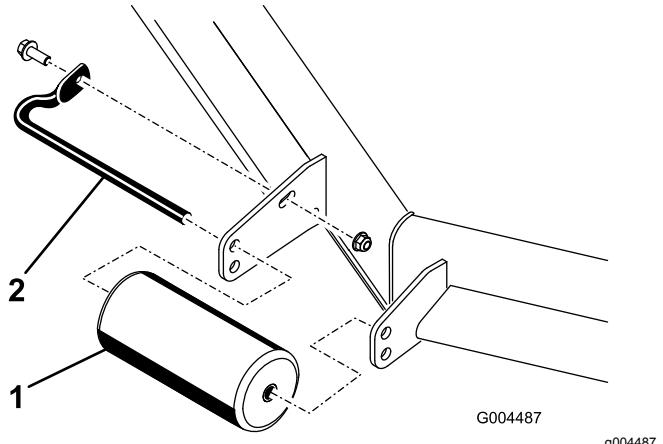

Figura 10
1. Para ajustar los rodillos delanteros, retire el tornillo y la tuerca que sujetan el eje del rodillo al soporte de la carcasa (Figura 10).